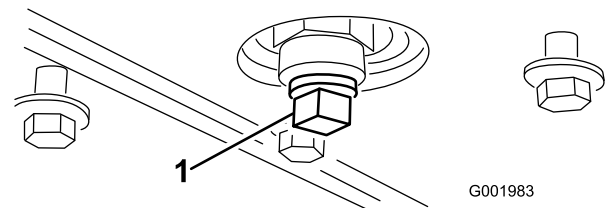

Figura 46
5. Retire el tapón de vaciado (Figura 46).